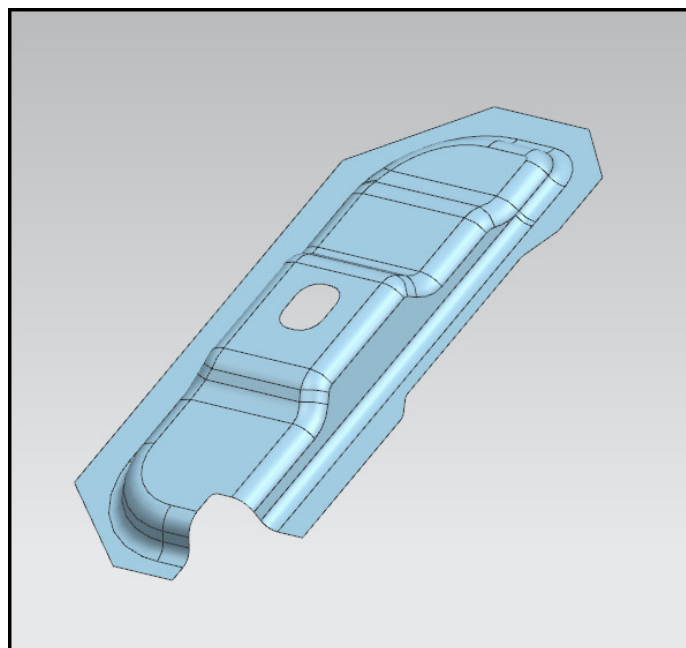

Рис. 7.3. Загруженная в проект деталь
- Добавьте новый компонент **IGES.prt**. Данный файл содержит геометрию детали (рис. 7.3), для которой будет разрабатываться технологический процесс.